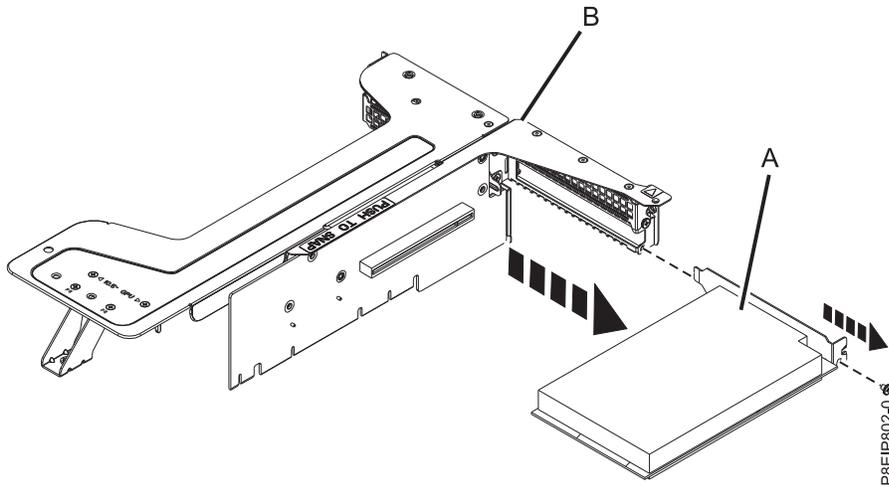

Figure 41. Retrait d'une carte dans la position 2 du connecteur de bus
- i. Déconnectez une carte (**A**) dans la position 2 du connecteur de bus de la carte PCIe (**B**) comme indiqué dans la figure 41, à la page 39.